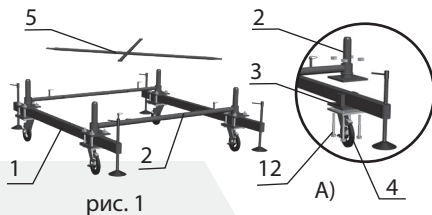

рис. 1
- Установить две балки базы (1) на винтовые домкраты (12), к гантели базы (2) присоединить поворотные колеса (4) и нижние опоры базы (3) (рис. 1 А).
- Установить гантель базы флажковыми замками внутрь. На верхние флажковые замки гантели базы, установить стяжки базы (5) (рис. 1). При помощи винтовых домкратов выровнять вышку по горизонтали.